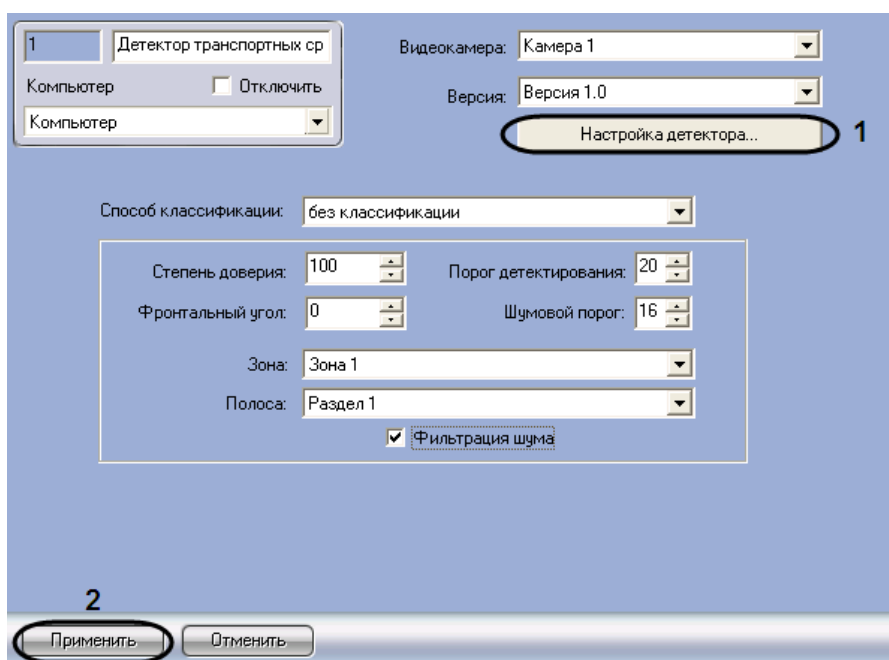

Рис. 7.7—3. Настройка зоны детектирования
1. Перейти на панель настройки объекта «Детектор транспортных средств» (см. Рис. 7.7—3)
2. Для настройки расположения зоны детектирования нажать кнопку «Настройка детектора» (см. Рис. 7.7—3, 1)